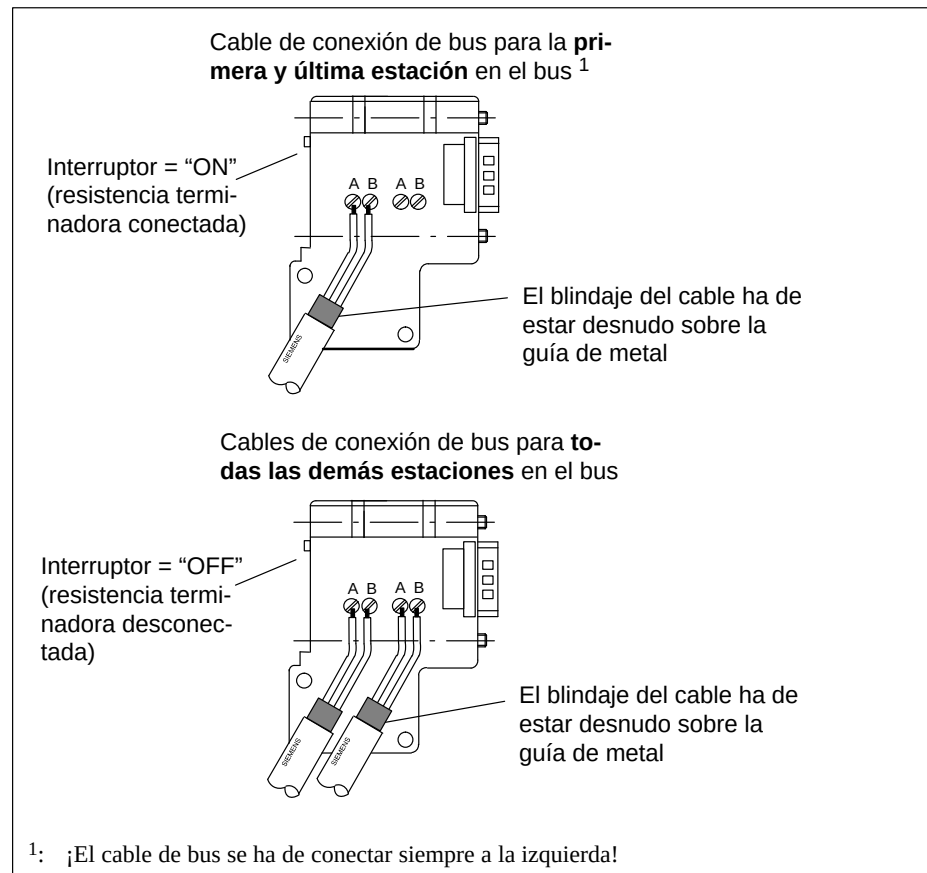

Figura 3-15 Conectar el cable de bus al conector de bus (6ES7 972-0B.40 ...)
3. Aplicar el hilo de color verde y el de color rojo en el bloque de bornes atornillables según la figura 3-15.